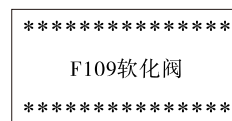
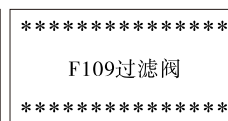

图1-1
图1-2
上电后显示如图1-1或图1-2界面，在6秒内同时按下  和  键2秒以上，进入后台设置状态，出现如图2菜单。
b) 在如图2菜单下，按  或  键选择“模式设置”菜单，按  键进入如图4所示“模式设置”界面，默认模式为“软化阀”，通过按  或  键设置所需要的模式（模式设置为软化阀时，显示为图1-1界面，设置为过滤阀时，显示为图1-2界面），再按  键保存设置并返回至如图2界面。
上电显示图1-1或图1-2界面，在6秒内同时按下 和 键2秒以上，可进入如图7所示K值设置界面。